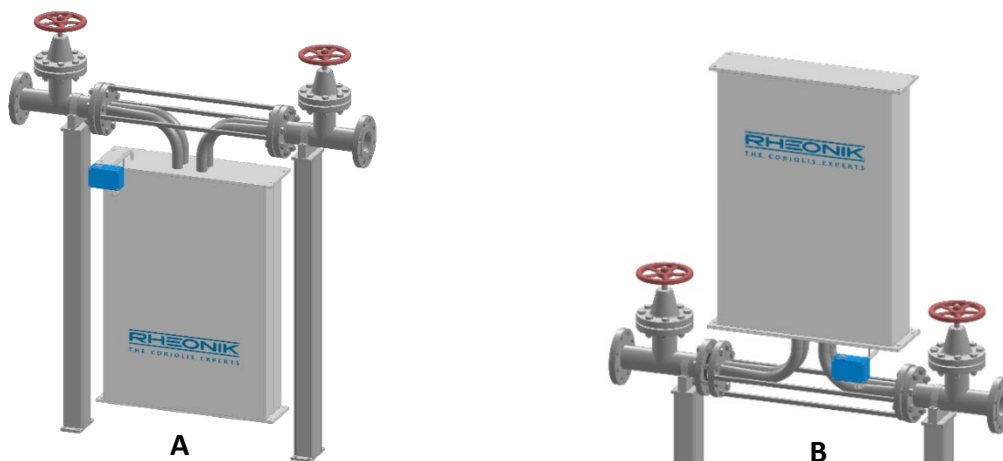

Abbildung 8: Montageposition für Flüssigkeit (A) und Anwendungen mit Feststoffpartikeln/Gasen (B)
- *Anwendungen mit Flüssigkeiten:* Bei Anwendungen mit Flüssigkeiten sollte der RHM-Sensor an einem tiefen Punkt im Rohrsystem installiert werden, wobei die Messrohre nach unten zeigen, sodass sich keine Gasblasen im Sensor ansammeln können. Das Vorhandensein von Gasblasen kann die Leistung des Sensors sowohl für die Massendurchfluss- als auch für die Dichtemessung beeinträchtigen. Siehe die empfohlene Ausrichtung in Abbildung 8 (A).
- *Anwendungen mit Flüssigkeiten mit Feststoffpartikeln in der Flüssigkeit:* Besteht die Gefahr, dass die Flüssigkeit (schwere) Feststoffpartikel enthält, sollte der RHM-Sensor an einem hohen Punkt im Rohrsystem installiert werden, wobei die Messschleifen nach oben zeigen, sodass sich keine Partikel im Sensor sammeln können. Siehe die empfohlene Ausrichtung in Abbildung 8 (B).
- *Anwendungen mit Gasen:* Bei Anwendungen mit Gasen sollte der RHM-Sensor an einem hohen Punkt im Rohrsystem installiert werden, wobei die Messschleifen nach oben zeigen, sodass sich kein Kondensat bilden oder andere Flüssigkeiten im Sensor ansammeln können. Siehe die empfohlene Ausrichtung in Abbildung 8 (B).